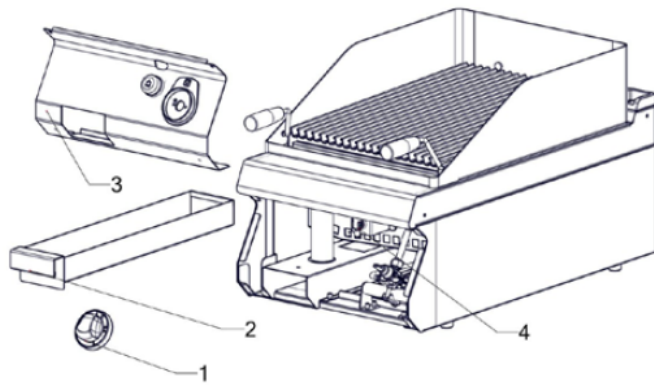

fig. 2
- 4) Lösen Sie die Mutter (Abb. 2, Anmerkung 5).
- 5) Ziehen Sie am Lufteinlass (Abb. 2, Hinweis 6).
- 6) Schrauben Sie gemäß der Abbildung (Abb. 2) die Düse vom Hauptbrenner ab und ersetzen Sie sie durch Düsen, die der Tabelle „TECHNISCHE DATEN“ entsprechen.